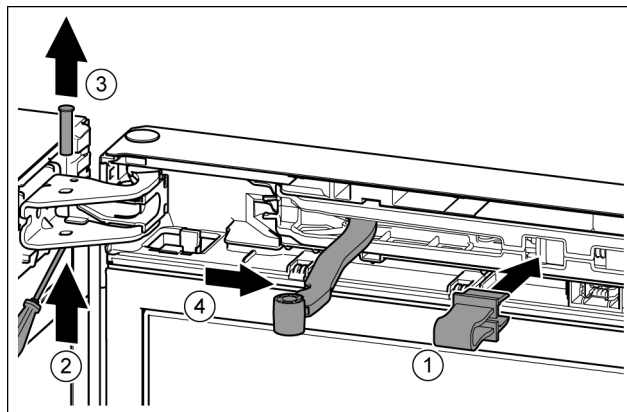

Fig. 10
- 将安全装置卡入开口。Fig. 10 (1)
- 用螺丝刀将螺栓推出。Fig. 10 (2)
- 向上取出螺栓。Fig. 10 (3)
- 将铰链转向门的方向。Fig. 10 (4)